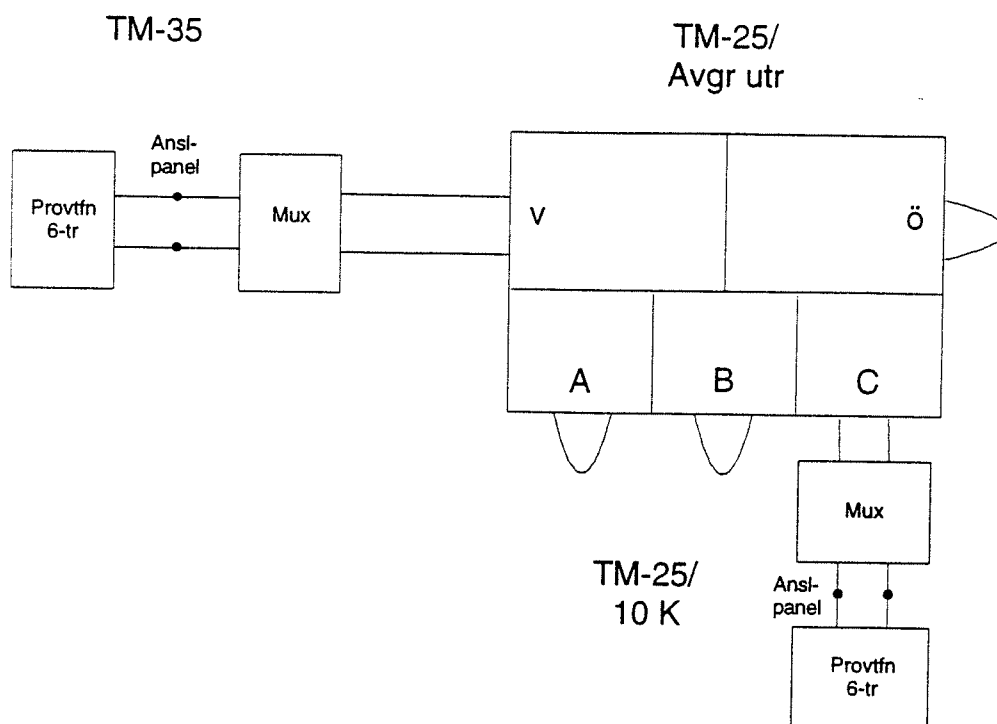

Bild 3. Mätuppkoppling TM-25/10 K och TM-25/Avgr utr.
- Anslut en Provtelefon (6-tr) till kanal 21 på anslutningspanelen på TM-35 och en Provtelefon (6-tr) till kanal 1 på anslutningspanelen på TM-25/10 K enligt mätuppkoppling på bild 3 nedan. Kontrollera att tal hörs i motstående provtelefon samt att anrop erhålls då S-knappen trycks in. Fortsätt med kanal 21-30 på TM-35 och kanal 2-10 på TM-25/10 K.